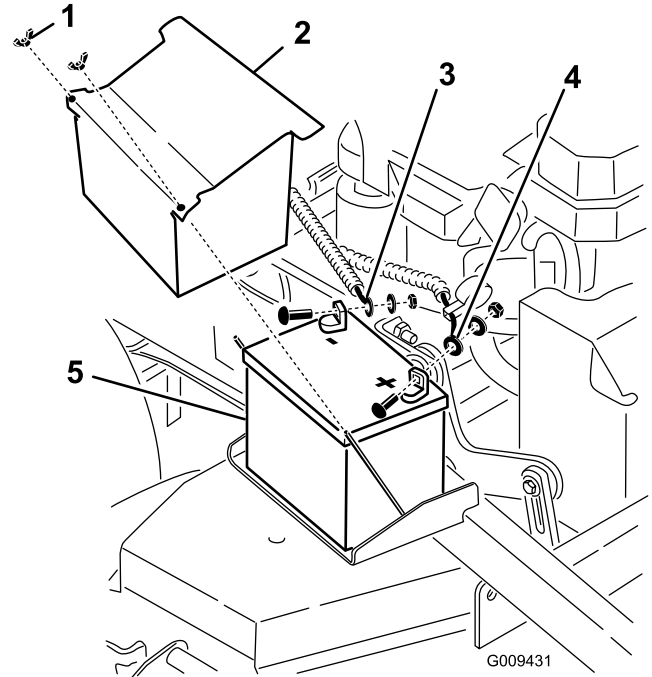

Figura 53
3. Levante la cubierta de goma negra del cable negativo. Desconecte el cable negativo del borne negativo (-) de la batería (Figura 53).
4. Retire la cubierta de goma roja del borne positivo (rojo) de la batería. Luego retire el cable positivo (rojo) de la batería (Figura 53).
5. Retire la pletina de sujeción de la batería (Figura 53), y retire ésta.
1. Coloque la batería en la máquina (Figura 53).
y un perno (Figura 53). Deslice la cubierta de goma sobre el borne.
4. Luego conecte el cable negativo y el cable de tierra al borne negativo (-) de la batería con una tuerca, una arandela y un perno (Figura 53). Deslice la cubierta de goma sobre el borne.